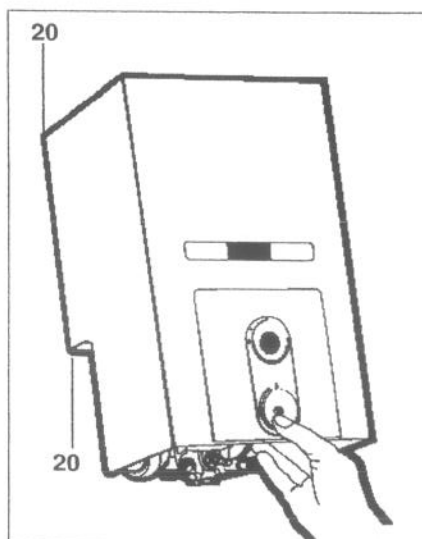

Fig. 1
- Dévissez les quatre vis "20" soulever la façade pour la déga-ger (fig. 1).